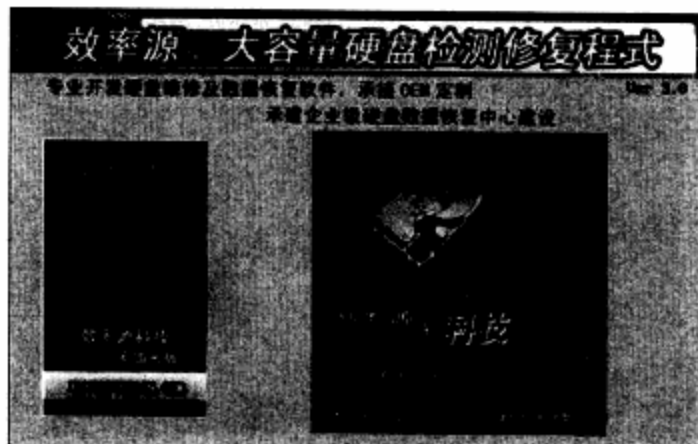

图9-22 效率源工作主界面
**步骤 03** 把光标移动到“硬盘全面检测”选项上，效率源启动后的工作主界面如图9-22所示。